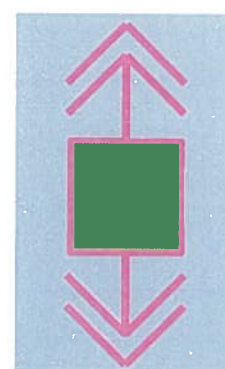

Fig. 7.35.
- Prezența stării „necunoscute” pe ambii poli ai întreruptorului (fig. 7.35).